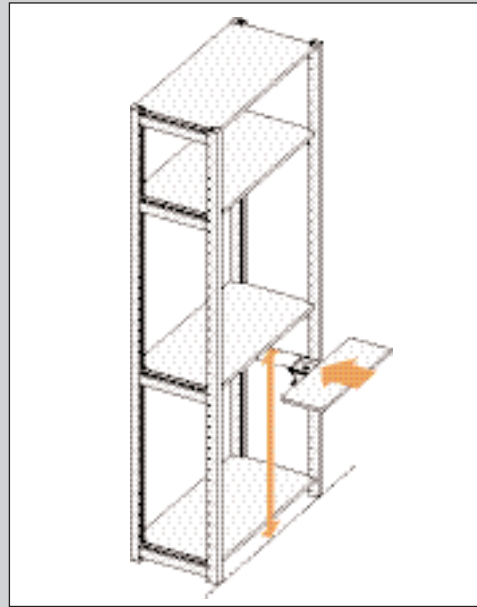

ABBILDUNG 77
5. Schieben Sie den Mikroarm in die Schiene unter dem Fachboden (siehe Abb. 77).